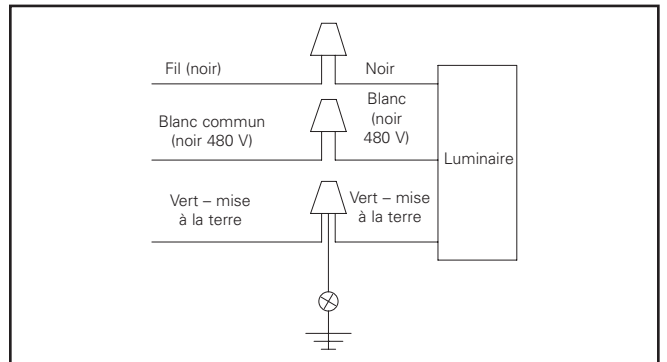

Figure 4.
4. Effectuez les raccords de fils à l'intérieur du bras de montage. Consultez le schéma de câblage pour effectuer les raccords. Raccordez les fils d'alimentation aux fils appropriés du luminaire : (Figure 4)
1. Déterminez la méthode de câblage des fils selon qu'ils se trouvent à l'intérieur de la crosse ou à l'intérieur d'une boîte de jonction distincte. Des fils d'alimentation sont prévus à la sortie du bras du poteau pour effectuer les raccords. Consultez le schéma de câblage pour effectuer les raccords. Raccordez les fils d'alimentation aux fils appropriés du luminaire, comme montré à la Figure 4.
3. Fixez fermement la crosse au bras de montage en utilisant les trois (4) vis de serrage de 9-16 x 9 mm (3/8-16 x 3/8 po). Mettez l'appareil de niveau tout en serrant les vis de réglage et en les serrant à 19 Nm (168 po-lb). Serrez les (2) vis de réglage 1/2-13 et les contre-écrous. Serrez à un couple de 27,12 Nm (240 po-lb).
- Déterminez la méthode de câblage des fils selon qu'ils se trouvent à l'intérieur de la crosse ou à l'intérieur d'une boîte de jonction distincte. Des fils d'alimentation sont prévus à la sortie du bras du poteau pour effectuer les raccords. Consultez le schéma de câblage pour effectuer les raccords. Raccordez les fils d'alimentation aux fils appropriés du luminaire, comme montré à la Figure 4.
- Assurez-vous que le luminaire est aligné en fonction de votre environnement et fixez la crosse du luminaire à la crosse du client avec les quatre (4) vis de réglage M10x1,5 (3/8-16) x 0,95 cm (3/8 po). Serrez les vis de réglage à un couple de 19 Nm (14 pi-lb).